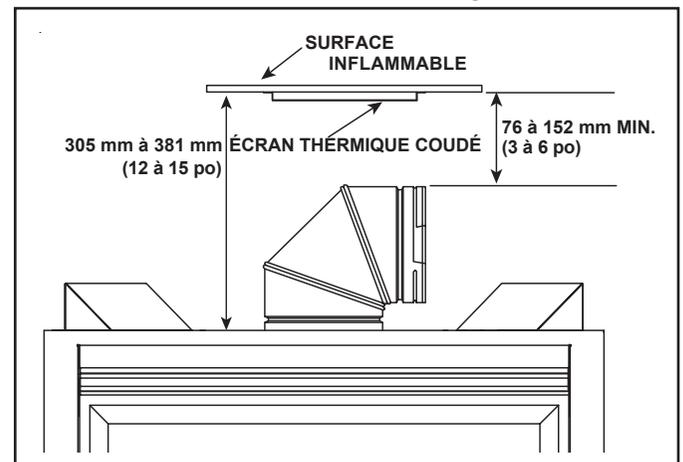

Figure 6.2 Emplacement d'installation de l'écran thermique coudé
2. Si des matériaux inflammables doivent être installés entre 305 à 381 mm (12 à 15 po) au-dessus du sommet de l'appareil, l'écran thermique coudé est nécessaire. Voir la figure 6.2.
1. L'écran thermique coudé n'est pas nécessaire si des matériaux inflammables, ou coffrages inflammables, sont installés à au moins 301 mm (6 po) au-dessus du sommet du coude. Voir la figure 6.2.
2. Si des matériaux inflammables doivent être installés entre 76 mm (3 po) et 152 mm (6 po) au-dessus du sommet du coude, l'écran thermique coudé est nécessaire. Voir la figure 6.2.